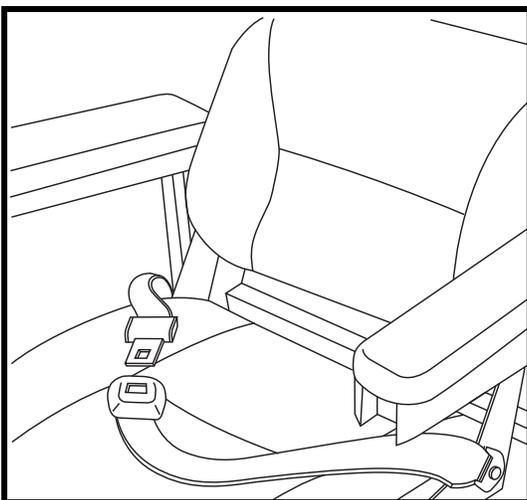

Figure 20. Ceinture de positionnement
Votre Travel Scooter peut être équipé d'une ceinture de positionnement de type automobile réglable pour votre confort. **Voir la figure 20.** La ceinture de positionnement est conçue pour supporter et empêcher le conducteur de glisser ou d'avancer sur le siège. La ceinture de positionnement n'est pas une ceinture de sécurité.
1. Insérez l'onglet de la ceinture côté droit dans la boucle de ceinture côté gauche jusqu'à ce que vous entendiez le "clic". **Voir la figure 20.**